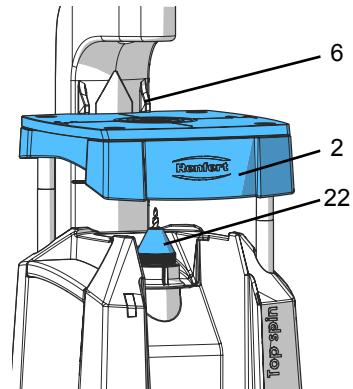

Bild 8
- ⇒ Tryck på spindellåset (7, bild 1) och vrid spännsmuttern (22, bild 8) tills spindellåset går i ingrepp.